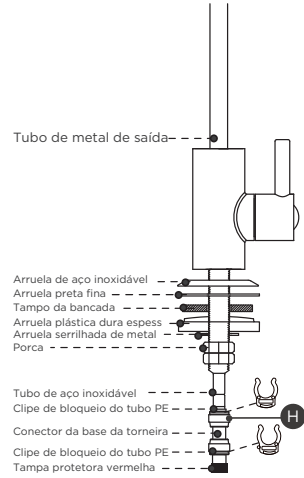

Figure 6
1. Selecione e marque um local no cano de esgoto (A ou B). A localização deve ser reta, pelo menos 3" e antes do P-trap (Fig. 6). Recomenda-se a utilização de uma localização vertical (Fig. 10).